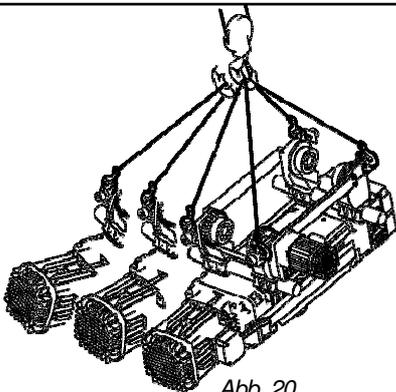

Abb. 20
- Der E-Zug bzw. die Einheit Katze/E-Zug muss mit höchster Vorsicht aufgenommen und in den vorgesehenen Entladebereich bewegt werden, wobei Schwankungen, Pendelbewegungen und gefährliche Schwerpunktverlagerungen zu vermeiden sind (Abb. 20).